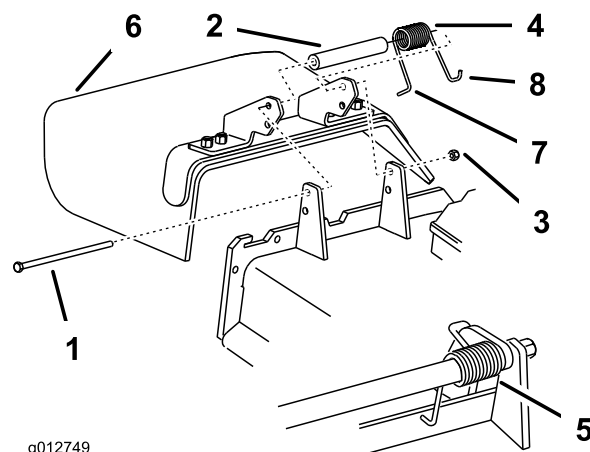

Figure 87
1. Retirez le contre-écrou, le boulon, le ressort et l'entretoise qui fixent le déflecteur aux supports de pivot (Figure 87). Enlevez le déflecteur s'il est endommagé ou usé.
Remarque: Prenez soin de placer l'extrémité en **L** du ressort derrière le bord du tablier avant de mettre le boulon en place, comme indiqué à la Figure 87.
3. Remettez le boulon et l'écrou. Accrochez l'extrémité en **J** du ressort au déflecteur d'herbe (Figure 87).